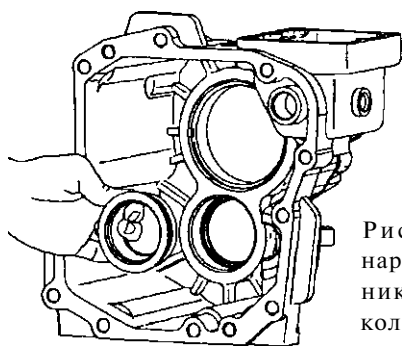

Рис. 6.43. Установка наружного кольца подшипника и регулировочного кольца
5. Установите наружное кольцо (рис. 6.43) и подобранное регулировочное кольцо вселю конического подшипника промежуточного вала в заднем картере коробки передач.